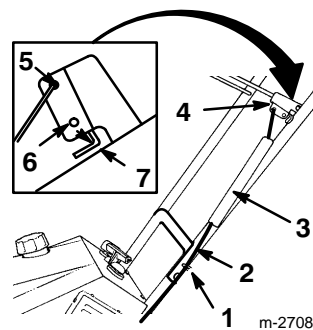

Figure 10
IMPORTANT : Faire passer le câble de commande dans le guide-câble avant de fixer les tiges en U (Fig. 10).
3. Glisser le cache-ressort sur le ressort et le réglage de câble, et passer l'extrémité du ressort dans le trou au bout du cache-ressort (Fig. 10).
4. Accrocher le ressort dans le trou supérieur du support de la barre de commande (Fig. 10).
6. L'écart entre le support de la barre de commande et le mancheron doit être alors d'environ 1,6 à 3,2 mm (1/16 à 1/8"), voir l'encadré de la figure 10. Si un réglage est nécessaire, voir les instructions de *réglage de la barre de commande*, page 18.
3. L'écart entre le support de la barre de commande et le mancheron doit être alors d'environ 1,6 à 3,2 mm (1/16 à 1/8"), voir le détail de la figure 10. Si un réglage est nécessaire, voir les instructions de *réglage de la barre de commande*, page 18.